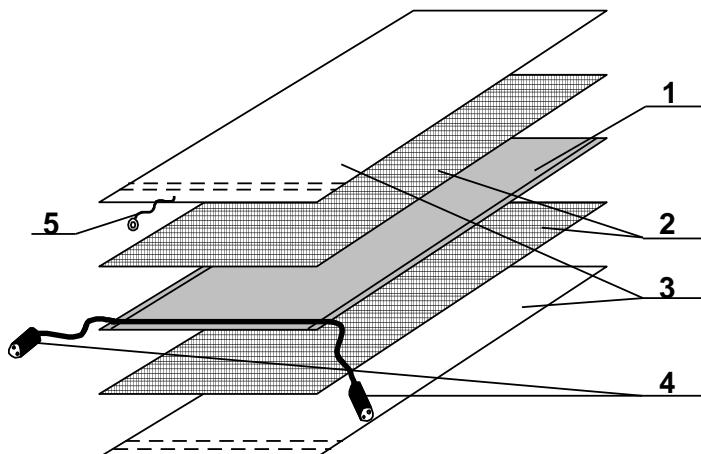

Рис. 2
3.1 Нагреватель состоит из следующих элементов (см. рис.2):